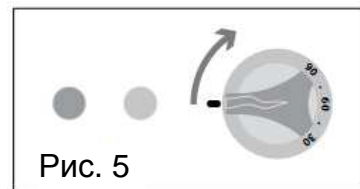

Рис. 5
Необходимо повернуть регулятор в положение «0» (рис. 5) для прекращения генерации тепла
- повернуть рукоятку термостата, чтобы включить изделие и задать температуру готовки (см. рис. 5)